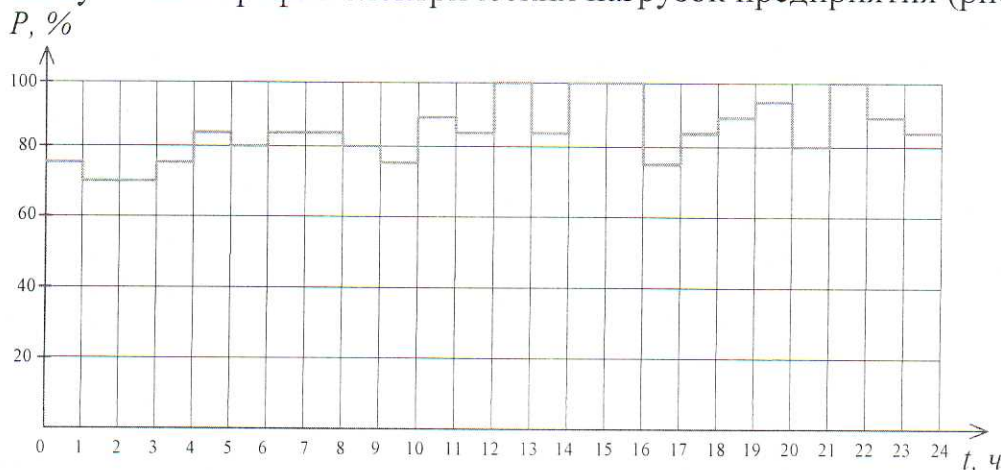

Рисунок 1 – Типовой суточный график электрических нагрузок
- 1) Типовой суточный график электрических нагрузок предприятия (рисунок 1).